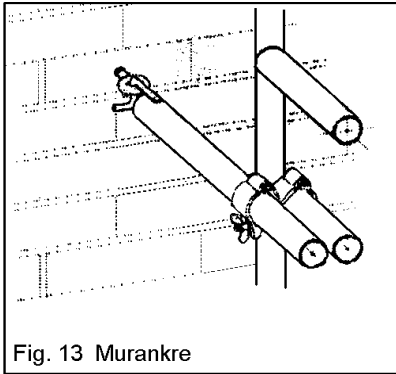

Fig. 13 Murankre
- 6) Skruvhål som motsvarar de skruvar som används borras i sten eller annan bärande enhet. Skruvar fäster i hålen. Se fig. 13 och 14.